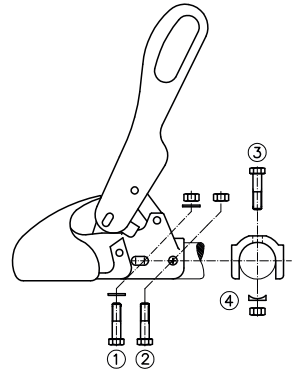

Bild 3: Anschluss
Die Zugkugelkupplungen WS 3000-H/L/LB sind spezielle Ausführungen für Auflaufbremsen und werden mit Kreuzverschraubung (1)+(3) und dem Lochabstand 40 mm montiert. (Bild 3) Das Befestigungsmaterial gehört nicht zum Lieferumfang.
2.2 Wird die Zugkugelpkupplung WS 3000/3500 als Ersatz für einen anderen Kupplungstyp eingesetzt, so ist bei Aufauffeinrichtungen darauf zu achten, daß der Stoßdämpfer wieder vorschriftsmäßig montiert und evtl. im Zugrohr vorhandene Distanzrohre korrekt aufgefädelt werden. Als Hilfsmittel bei der WS 3000-D bitte die mitgelieferten Bolzen Ø 12x34 mm oder Ø 12x49 mm je nach Deichseldurchmesser verwenden. Bei der WS 3500-D Ø 14x63 mm. Bolzen als Durchschlag bei der Demontage der Befestigungsschraube (2) oder (3) (Bild 3) je nach Befestigungsart des Stoßdämpfers verwenden und während der Montage/ Demontage der Zugkugelpkupplung zur Zentrierung des Stoßdämpfers im Zugrohr stecken lassen. Beim Durchstecken der neuen Befestigungsschraube, Bolzen wieder entfernen.